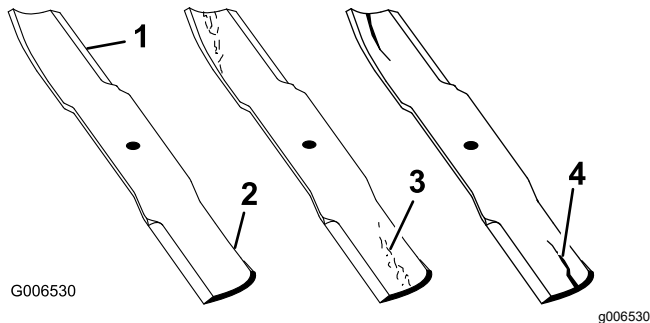

Figure 76
1. Examinez le tranchant des lames (Figure 76).
4. Remplacez immédiatement toute lame fendue, usée ou qui présente une entaille sur cette partie (Figure 76).